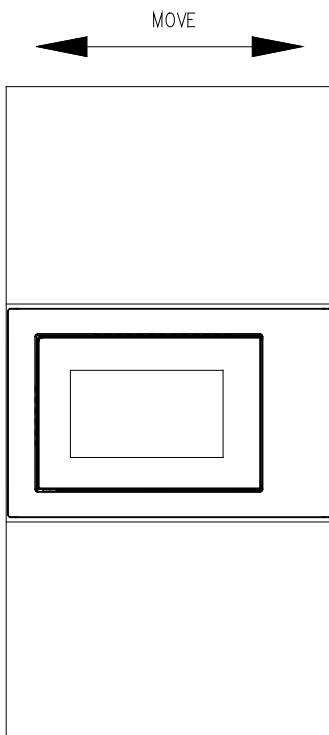

Abb. 3
- d) Bewegen Sie das Produkt parallel zur Innenseite des Küchenschrankes, indem Sie der in der Abbildung gezeigten Pfeilrichtung folgen und es zentriert halten. (Abb. 3)